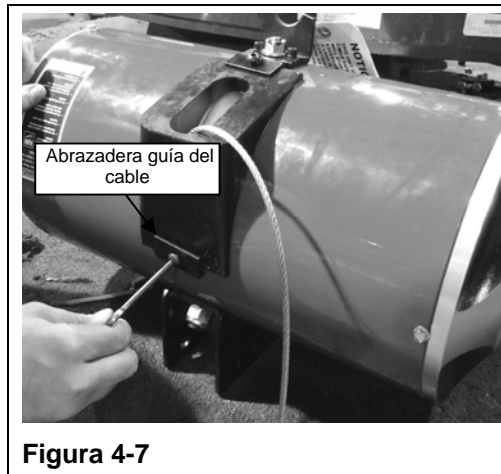

Figura 4-7
- Paso 7. Quite las abrazaderas guía del cable y la guía del cable. (Consulte Figura 4-7)